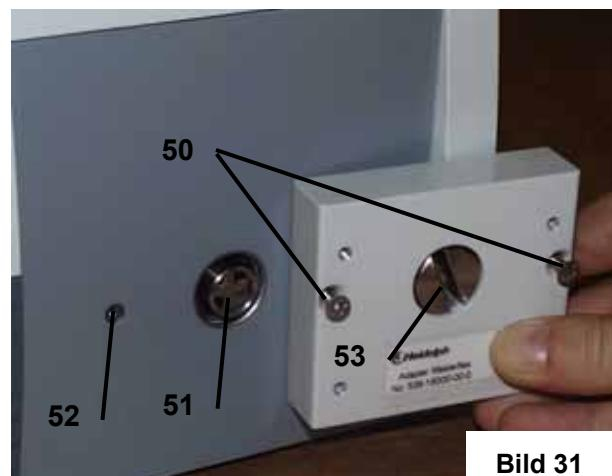

Bild 31
4.1. Montieren des Mehrkanaladapters an den Pumpenantrieb (Bild 31)
- Zum Montieren des Pumpenkopfes an den Pumpenantrieb den Mitnehmersteg (54) am Schlitz des Mehrkanaladapters (53) Bild 31) ausrichten.
- Den Pumpenkopf mit den vier mitgelieferten Schrauben (55) unter Verwendung des ebenfalls mitgelieferten Schraubendrehers am Antrieb befestigen.
- Es ist angeraten, den Pumpenkopf zu stützen, dazu den verstellbaren Fuß (56) einnivellieren. Die Gegenmutter (57) gegen die Unterseite des Pumpenkopfes festziehen.
- ACHTUNG: Der Mitnehmersteg des Mehrkanalpumpenkopfes C 8 ist mit einer Kunststoffmuffe (58) auf dem Mitnehmersteg (54) ausgerüstet. Auf ordnungsgemäßen Sitz achten. Diese Kunststoffmuffe (58) verhindert den metallenen Kontakt zwischen den Kupplungsteilen und verringert so Geräusche. Diese Muffe (58) muss geprüft und bei Verschleißerscheinungen oder nach jeweils 500 Stunden ausgetauscht werden.